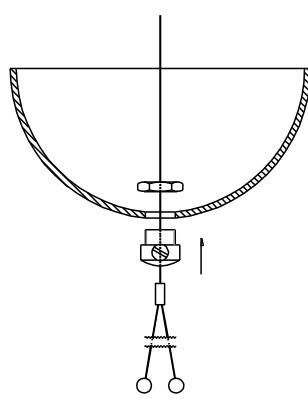

Figura 5 - Figure 5
- Inserire la fune a Y (indicata come C in figura 2) attraverso gli elementi A3, A2 e A1 (come in figura 5) avvitandoli tra loro. Infilare gli elementi B3 e B2 nella fune a Y e avvitarli tra loro fino a bloccare lo scorrimento della fune all'altezza desiderata.